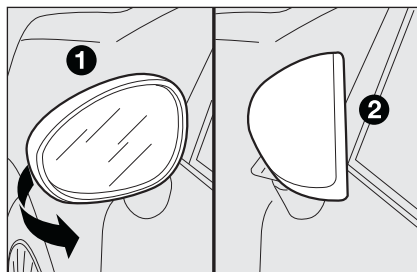

fig. 30
In caso di necessità (per esempio quando l'ingombro dello specchio crea difficoltà in un passaggio stretto) è possibile ripiegare gli specchi spostandoli dalla posizione **1**-fig. 30 alla posizione **2**.
**Durante la marcia gli specchi devono sempre essere in posizione 1-fig. 30.**